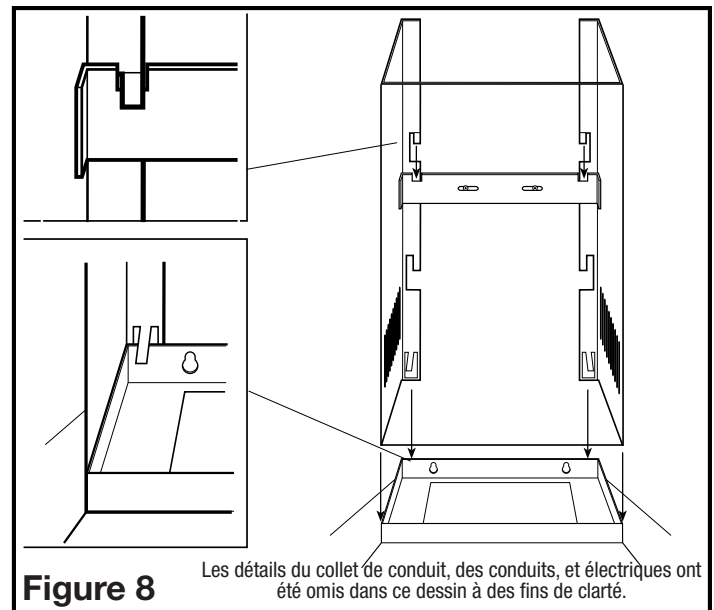

Figure 8
3. Glissez la cheminée en place de façon à ce que les languettes de dessus de cheminée soient fixées en place sur les creux du support vertical de la cheminée et le derrière de la cheminée ajusté entre la hotte et le mur avec les languettes du fond recouvrant le bord arrière de la hotte (Figure 8).